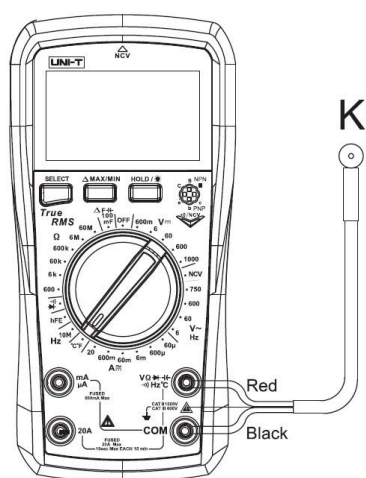

Рисунок 8 **Внимание:**
**8. Измерение температуры (только UT890C) (Рис.8)** 1) Поверните переключатель в положение измерения температуры.